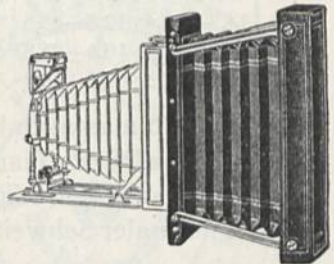

Abb. 123.
**Kameraansätze(-verlängerer und vergrößerer).** Viele Handkameras sind außer für Augenblicks- auch für andere Aufnahmen verwendbar. Dem wird bei Klappkameras häufig schon durch doppelten Auszug Rechnung getragen, um die Hinterlinse eines symmetrischen oder beide Linsen eines halbsymmetrischen Doppelobjektives allein, oder ein Objektiv mit, die Brennweite verlängernder Vorsatzlinse benutzen zu können. Reicht der vorhandene Auszug für manche Zwecke, z. B. für Nahaufnahmen von Reproduktionen in gleicher Größe oder bei Verwendung sehr langbrennweitiger Objektive nicht aus, oder will man Aufnahmen auf größeren Platten machen, so läßt sich dieser Wunsch durch einen **Kamera-Verlängerungs-** oder **-Vergrößerungsansatz** erfüllen. Diese Kameraansätze bestehen entweder aus einer richtigen Balgkamera mit Zahntriebeinstellung oder einem, durch Spreizen zu versteifenden, zusammenklappbaren Faltenbalg (Abb. 123). Sie werden einfach an Stelle der Kassette in die Klapp-Kamera eingesetzt. Hersteller sind u. a.: *Zeiß Ikon Ges., Bontzin-Görlitz.*